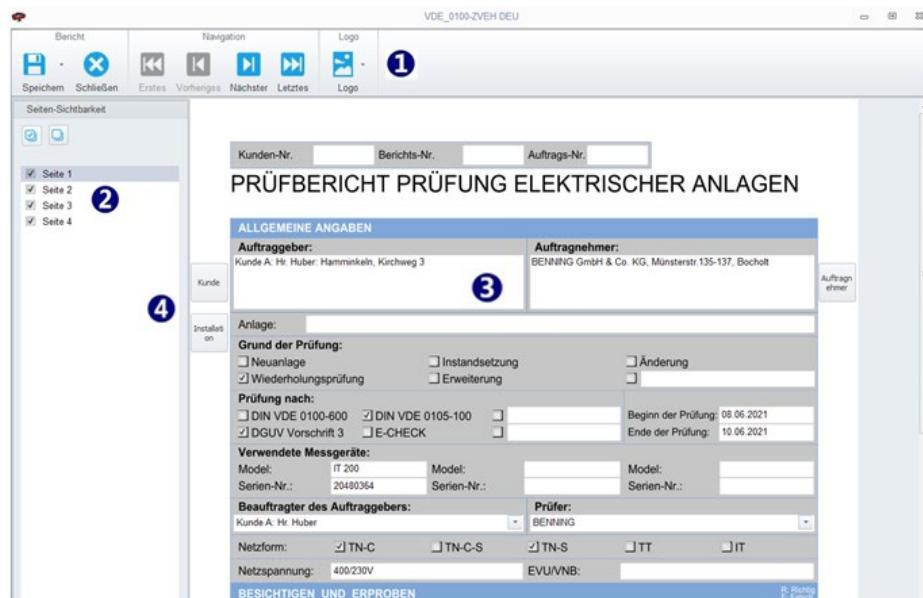

Abbildung 11.1: Berichtsvorlage bearbeiten
-  **Vorlagen Editor**: Öffnet den Daten-Explorer, um zum Speicherort der Berichtsvorlagendateien auf dem PC zu navigieren. Die ausgewählte Berichtsvorlagendatei (*.rtmpl) wird im Vorlagen-Editor geöffnet, **Abbildung 11.1:**
- Befehlsleiste zur Speicherung, Navigation, Logo einfügen und drucken (1).
- Seitenauswahl (2): Wählen Sie die Seiten aus, die für den Ausdruck oder zur PDF-Speicherung verwendet werden sollen.
- Seitenlayout der Berichtsvorlage (3).
- Schaltflächen für die Datenliste (4): Öffnet die Datenliste und fügt die Daten in das nächstgelegene Feld ein.